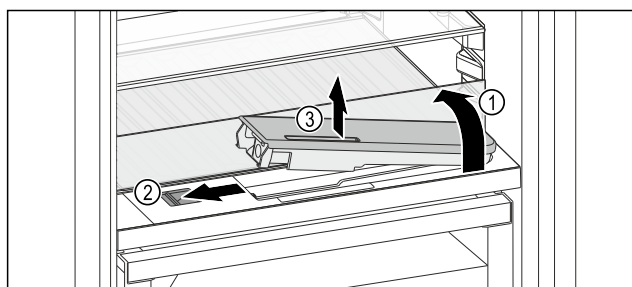

Fig. 129
- Sollevare il ripiano di vetro e ribaltarlo all'indietro fino all'arresto Fig. 129 (1).
- Spostare il cursore Fig. 129 (2) a sinistra.
- Rimuovere il serbatoio dell'acqua Fig. 129 (3).